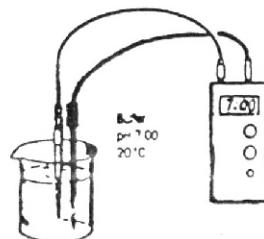

Рис. 7.
7.9. Поместить pH электрод и датчик температуры в рабочий эталон pH 6,86 (рис.7)